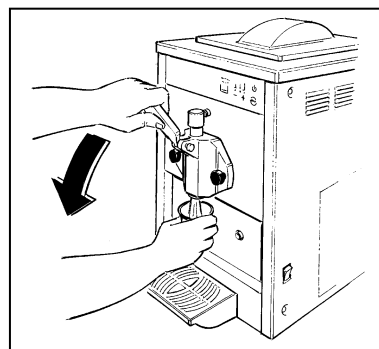

Fig. 13
- Svuotare il cilindro e ripetere le stesse operazioni finché dallo stesso non esce acqua limpida (fig.13).